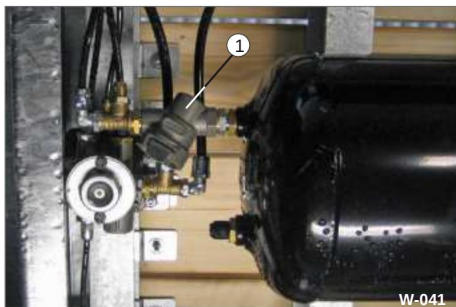

Bild 41 Ledningsfilter för tryckluftssystem
skruva locket (bild 41/8) nedåt och dra ut
fästet (bild 41/9).
(Bild 41/3 och Bild 41/6), tätningen (Bild 41/7),
mellanplattan (Bild 41/5) och filtret
(Bild 41/4).
Ö Rengör filterhuset (bild 41/2) med en
Ö Rengör filtret (bild 41/4).
Ö Kontrollera tätningen (bild 41/7)
(Bild 41/6) på flikarna på mellanplattan.
• Sätt på locket (bild 41/8) ovanpå.